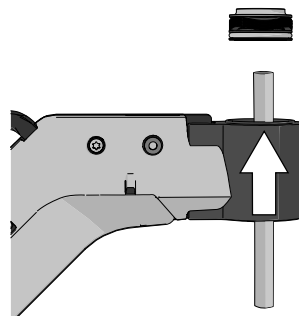

Abbildung 417. Entfernen Sie die Reibungsbremse.
**i** Dieser Schritt findet nur Anwendung, wenn der Rollstuhl mit einer späteren Version der Reibungsbremse ausgestattet ist (siehe Abbildung 417).
- i** Dieser Schritt findet nur Anwendung, wenn der Rollstuhl mit einer späteren Version der Reibungsbremse ausgestattet ist (siehe Abbildung 417).